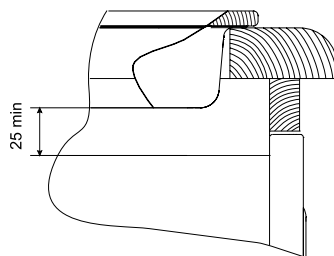

рис. 3
■ При совместной установке варочной панели и жарочного электрошкафа необходимо учитывать выступание корпуса варочной панели из нижней части столешницы и верхней части корпуса жарочного электрошкафа. Соприкосновение не допускается. Рекомендуемый воздушный зазор не менее 25 мм. (см. рис. 3)